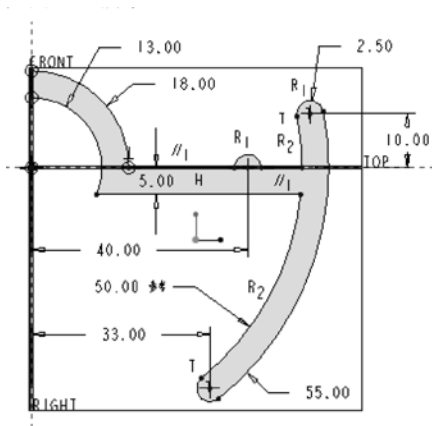
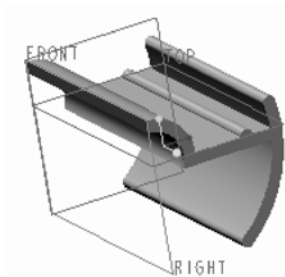

图 5-79 草绘拉伸剖面
图 5-80 创建拉伸实体特征
② 选择“FRONT (基准平面)”作为草绘平面,快速进入内部草绘器。在功能区的“草绘”选项卡的“设置”面板中单击“草绘视图”按钮,以定向草绘平面使其与屏幕平行。
③ 绘制如图 5-79 所示的拉伸剖面,单击“确定”按钮。
④ 在“拉伸”选项卡中的“深度”文本框中输入侧 1 的深度值为“100”。
⑤ 在“拉伸”选项卡中单击“完成”按钮,完成拉伸操作,完成创建的该拉伸实体特征如图 5-80 所示。